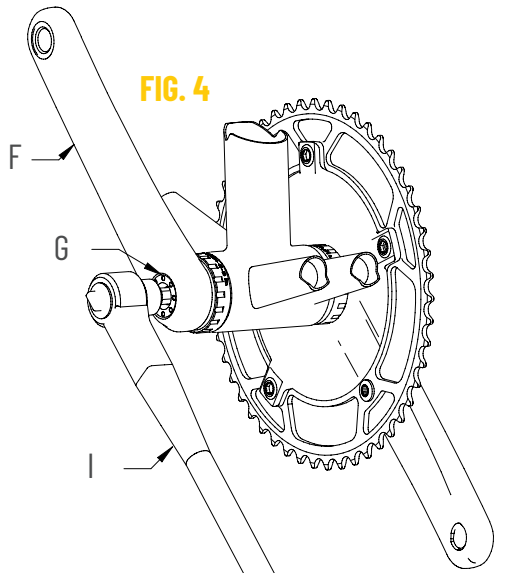
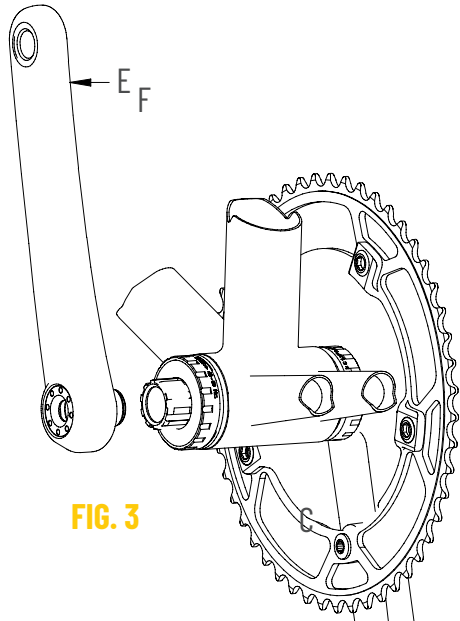

FIG. 4
FIG. 3
- Infilare il perno della pedivella destra (D) (Fig. 2) ed accoppiate la pedivella sinistra (F) (Fig. 3) per mezzo di una chiave dinamometrica (I) con brugola da 8 mm (G) (Fig. 4) e chiudete ad una coppia di chiusura di 45-47 Nm (Fig. 4).
- Per lo smontaggio della guarnitura, inserire una brugola da 8 mm (G) (Fig.4) nella pedivella sinistra e ruotare in senso antiorario in quanto il tappo coprivate agisce da estrattore.
- Enfiler l'axe de la manivelle droite (D) (Fig.2) et accoupler la manivelle gauche (F) (Fig.3) au moyen d'une clé dynamométrique (I) à 6 pans de 8 mm (G) (Fig.4) à un couple de serrage de 45-47 Nm. (Fig.4).
- Pour le démontage du pédalier insérer un clé 6 pans de 8 mm (G) (Fig.4) dans la manivelle gauche et tourner dans le sens antihoraire de manière à ce que le capot couvre vis agisse comme un extracteur.